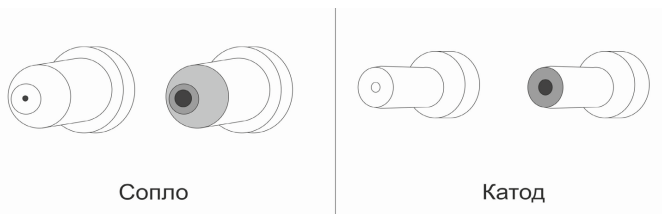

Рис. 12. Износ сопла и электрода
- Степень износа быстроизнашиваемых частей (см. рис. 12).